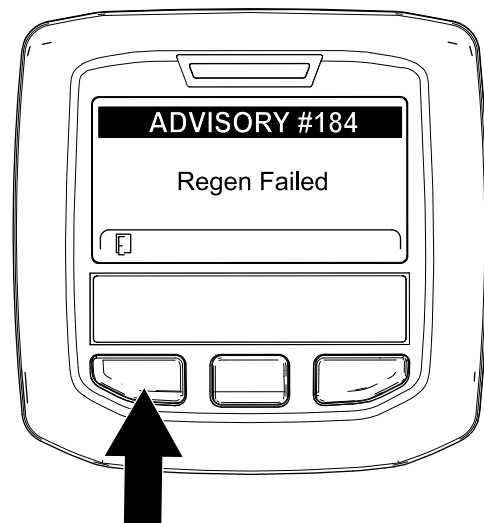

Figure 64
**Remarque:** Si la régénération échoue, l'InfoCenter affiche Advisory #184 (avis n° 184) (Figure 64). Appuyez sur le bouton gauche pour quitter l'écran d'accueil.